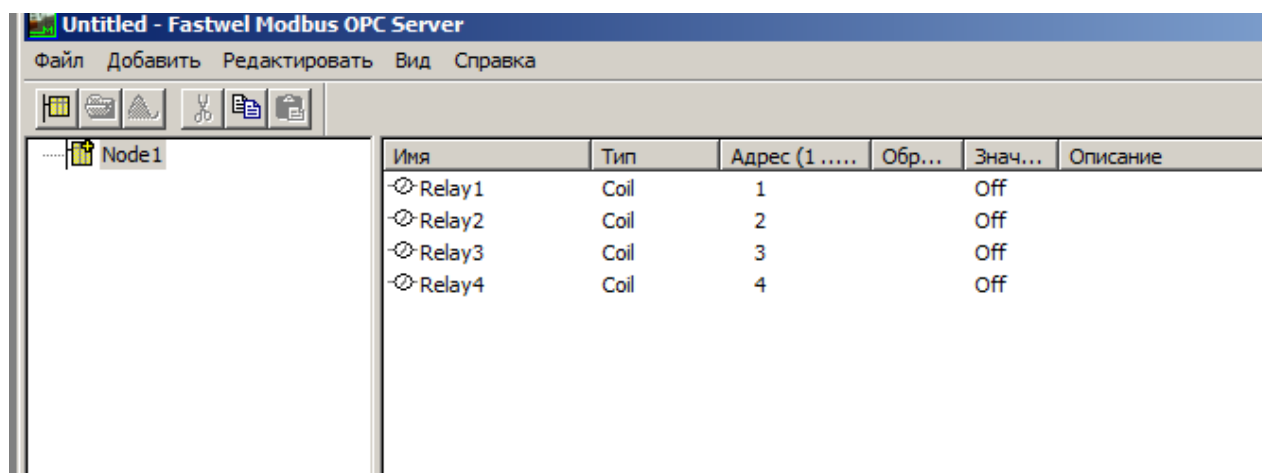

Рис.16. ПО Fastwel Modbus OPC Server успешно взаимодействует с удаленным сервером Modbus
2.10.9. При успешном подключении ПО Fastwel Modbus OPC Server к удаленному серверу Modbus (рис. 16) значения тегов типа BIT отображаются как **off** (логический “0”)/по умолчанию/ или как **on** (логическая “1”).